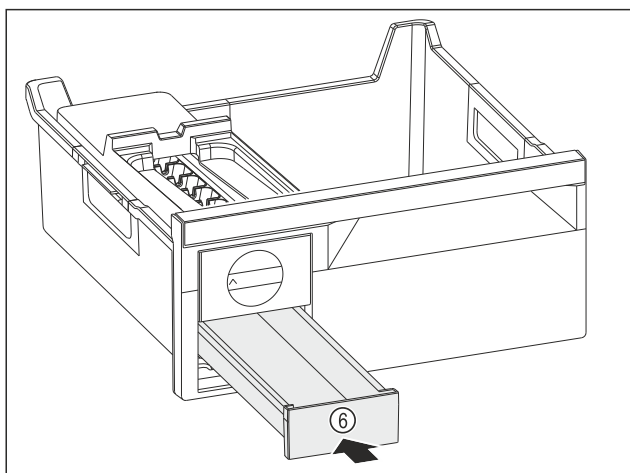

Fig. 179
- Eiswürfelschubfach Fig. 179 (6) einschieben.